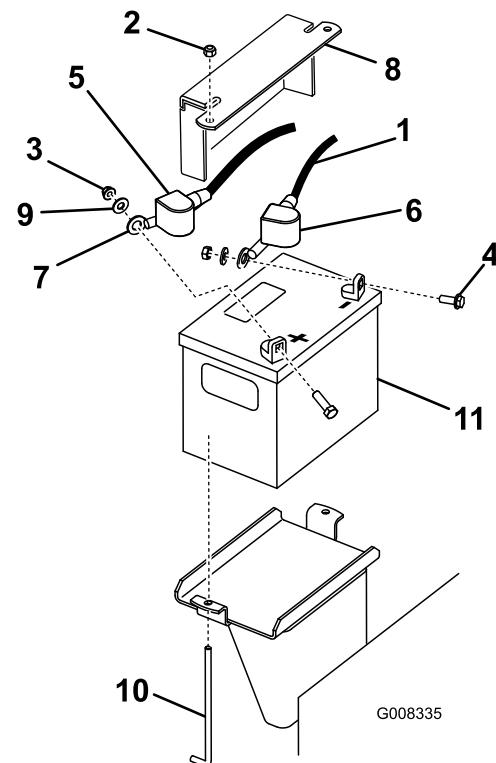

Figure 43
3. Enlevez le capuchon en caoutchouc noir qui protège le câble négatif. Débranchez le câble négatif de la batterie de la borne négative (-) de la batterie (Figure 43).
4. Enlevez le capuchon rouge de la borne positive (rouge) de la batterie. Débranchez ensuite le câble positif (rouge) de la batterie (Figure 43).
5. Enlevez la plaque de maintien, les boulons en J et les contre-écrous de fixation de la batterie (Figure 43). Retrait de la batterie.
1. Branchez le câble positif (rouge) de la batterie à la borne positive (+) à l'aide des fixations retirées précédemment (Figure 43).
3. Branchez le câble négatif de la batterie à la borne négative (noir) au moyen des fixations retirées précédemment (Figure 43).
4. Fixez la batterie au moyen de la barre et des écrous à oreilles (Figure 43).